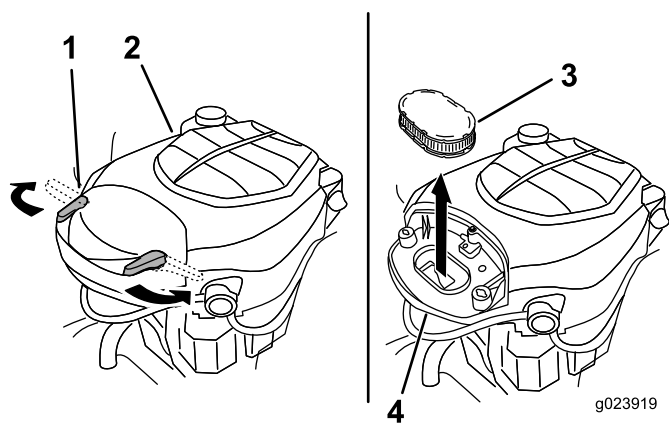

Figure 27
2. Déposez le couvercle pour accéder à l'élément filtrant (Figure 27).
6. Reposez le couvercle et fixez-le avec les verrous (Figure 27).